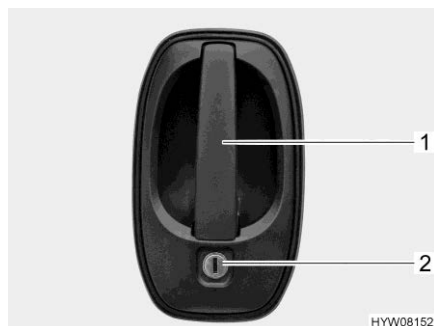

Fig. 53 Serratura della porta (porta conducente/porta di ingresso, lato esterno)
- Inserire la chiave nel cilindro della serratura (Fig. 53,2) e ruotare fino a quando la serratura della porta si sblocca.
- Tirare la maniglia della porta (Fig. 53,1). La porta è aperta.
- Inserire la chiave nel cilindro della serratura (Fig. 53,2) e ruotare fino a quando la serratura della porta si blocca.